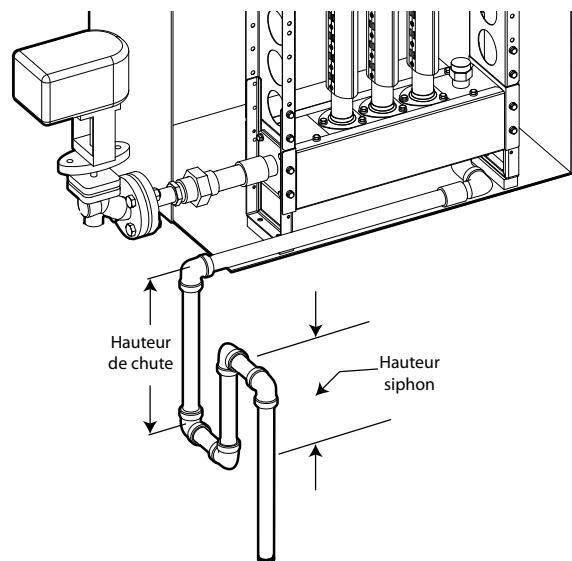

Fig. 7.e
Les collecteurs possèdent un raccord fileté (¾" mâle NPT pour le marché nord-américain et ¾"Gaz mâle pour les autres marchés) pour la vidange de la condensation. En cas d'utilisation de siphons sur la ligne de vidange, comme illustré Fig.7.c, leur hauteur devrait être telle à permettre une colonne d'eau correspondant à au moins 500 Pa (50 mm ou 2" H2O) outre la pression statique (PS) dans le collecteur. REMARQUES: Une hauteur minimum de 150 mm (6") est recommandée dans la plupart des cas où le siphon vidange dans une cuve de collecte à l'intérieur de la gaine.
**Remarque:** Les raccords et le tuyau de décharge de condensation illustrés Fig.7.c ne font pas partie du système ultimateSAM.